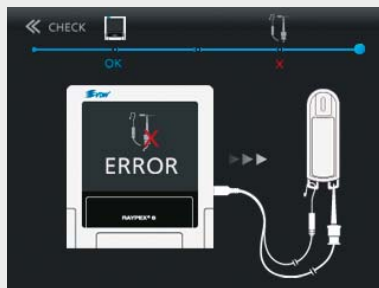

图 35 附件 ERROR (错误)
- 自动启动电线 CHECK (检查), 无论结果是 OK (正常) (图 34) 还是 ERROR (错误) (图 35) 都将结果显示在屏幕上。